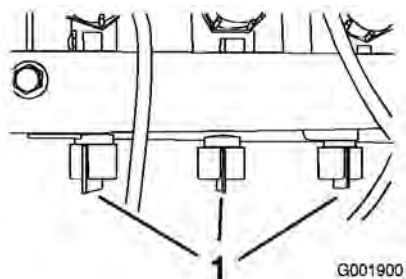

Figura 40
12. Regolate la valvola di bypass della barra (Figura 40) sotto la valvola di comando della barra che avete disattivato, finché il misuratore di pressione non mostra un valore identico a quello rilevato alla voce 9.